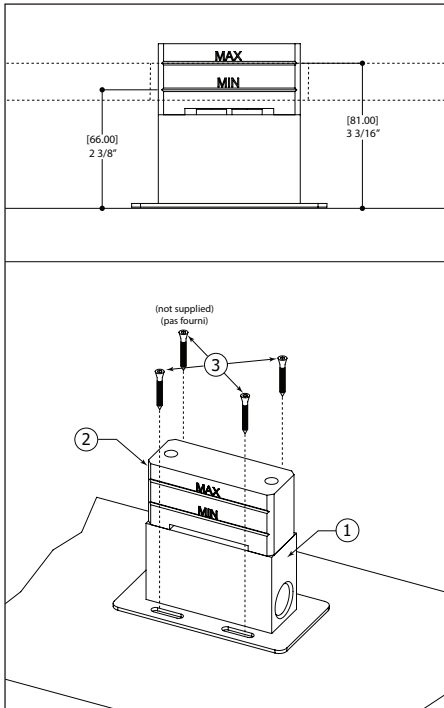

Fig.1
For correct installation, see the fig. 1 to define the min/max to install the rough. After that, fix it on sub-floor with four screws (3) (not supplied). Then connect your supply pipes, complete the floor installations, when you are ready to install the faucet, remove the plastic component (2).
Pour que l'installation soit correcte, voir la fig. 1 pour défini le min/max à utiliser pour installer le rough. Après, le fixer le sur le plancher avec les 4 vis (pas fournies). Ensuite, connectez les tuyaux d'alimentation, compléter les installations, et quand vous êtes prêt à installer le robinet, enlever le composant en plastique